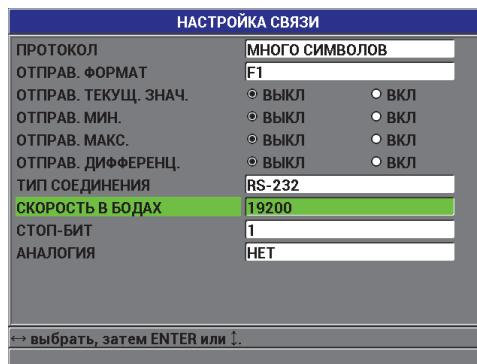

Рис. 6-4 Экран НАСТРОЙКА СВЯЗИ – RS-232
- На экране измерений нажмите [SET UP], затем выберите **СОЕДИНЕНИЕ**, чтобы открыть окно **НАСТРОЙКА СВЯЗИ** (см. Рис. 6-4 на стр. 118).